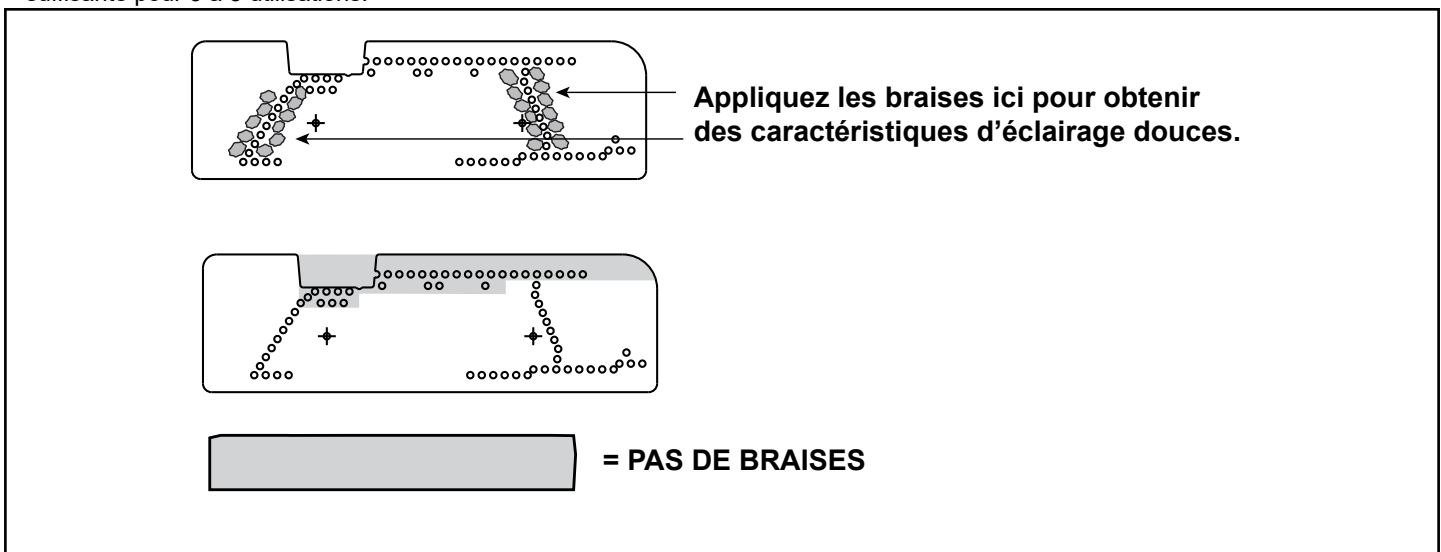

Figure 11.12 Emplacement du support/des braises du brûleur
- Les braises ne peuvent être placées que dans les zones illustrées à la figure 11.12.